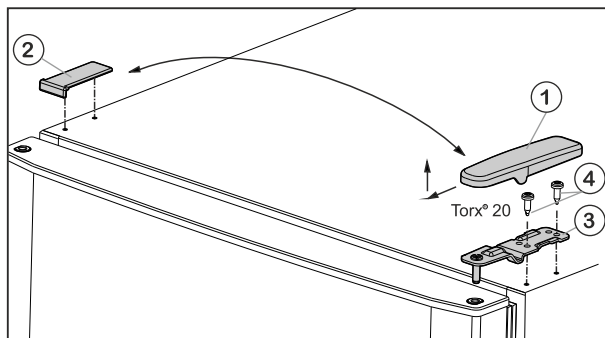

Fig. 6
- ▶ Retirar la cubierta Fig. 6 (1) tirando de ella hacia delante y arriba.
- ▶ Levantar la cubierta Fig. 6 (2).
- ▶ Desatornillar el soporte de rodamiento superior Fig. 6 (3) (2 veces para Torx® 20) Fig. 6 (4) y retirarlo tirando de él hacia arriba.
- ▶ Colocar el soporte de rodamiento superior Fig. 6 (3) en el nuevo lado de las bisagras de la puerta.
- ▶ Enroscar el soporte de rodamiento superior (con 4 Nm) (2 veces para Torx® 20) Fig. 6 (4). En caso necesario, utilizar un destornillador eléctrico.
- ▶ Colocar de nuevo desde fuera la cubierta Fig. 6 (1) en el lado opuesto y encajarla.
- ▶ Colocar desde arriba y encajar la cubierta Fig. 6 (2), respectivamente, en el lado opuesto.